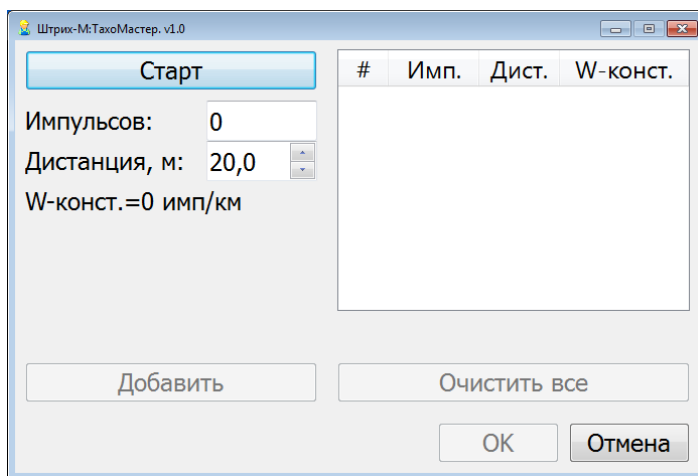

Рисунок 13 – Замер «W-константы»
- 1) Указать дистанцию, которую нужно проехать (в метрах!), нажать кнопку «Старт» (Рисунок 13) и начать движение.